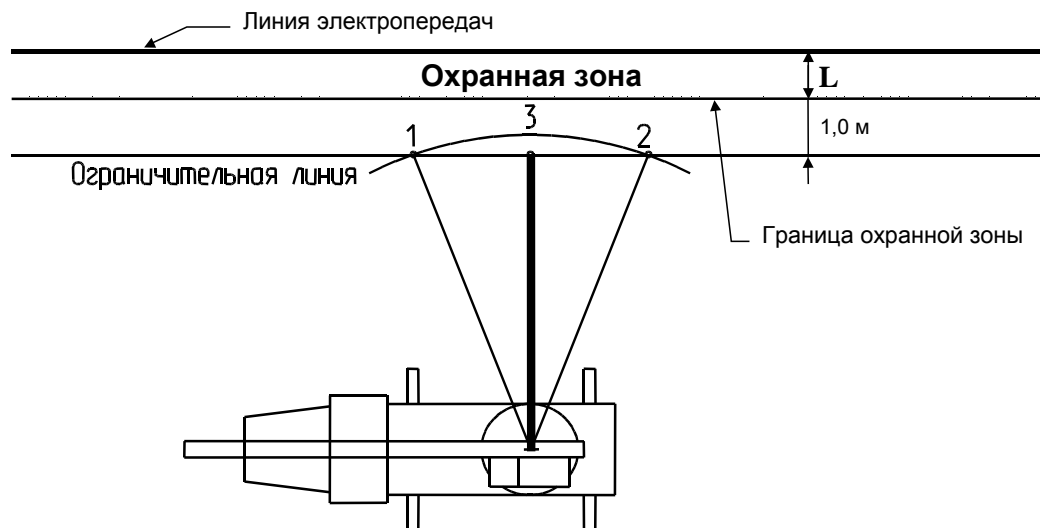

Рисунок 21 - Ввод ограничения СТЕНА
7.3.6.1.1 Ввод ограничения типа "ЛЭП" (СТЕНА) вести в следующей последовательности (см. рисунок 21).